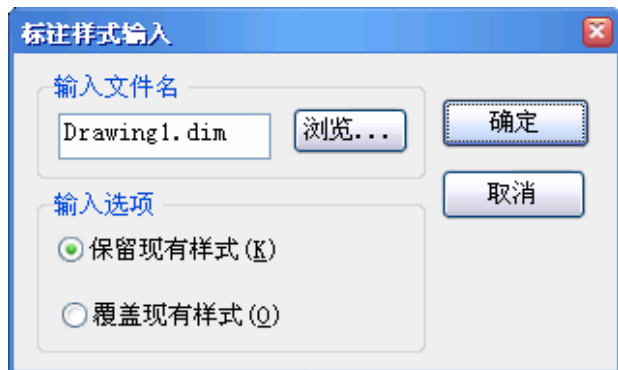

图 9-32 “标注样式输入”对话框
3) 在新建文件中执行 Dimim, 出现如图 9-32 所示的“标注样式输入”对话框。